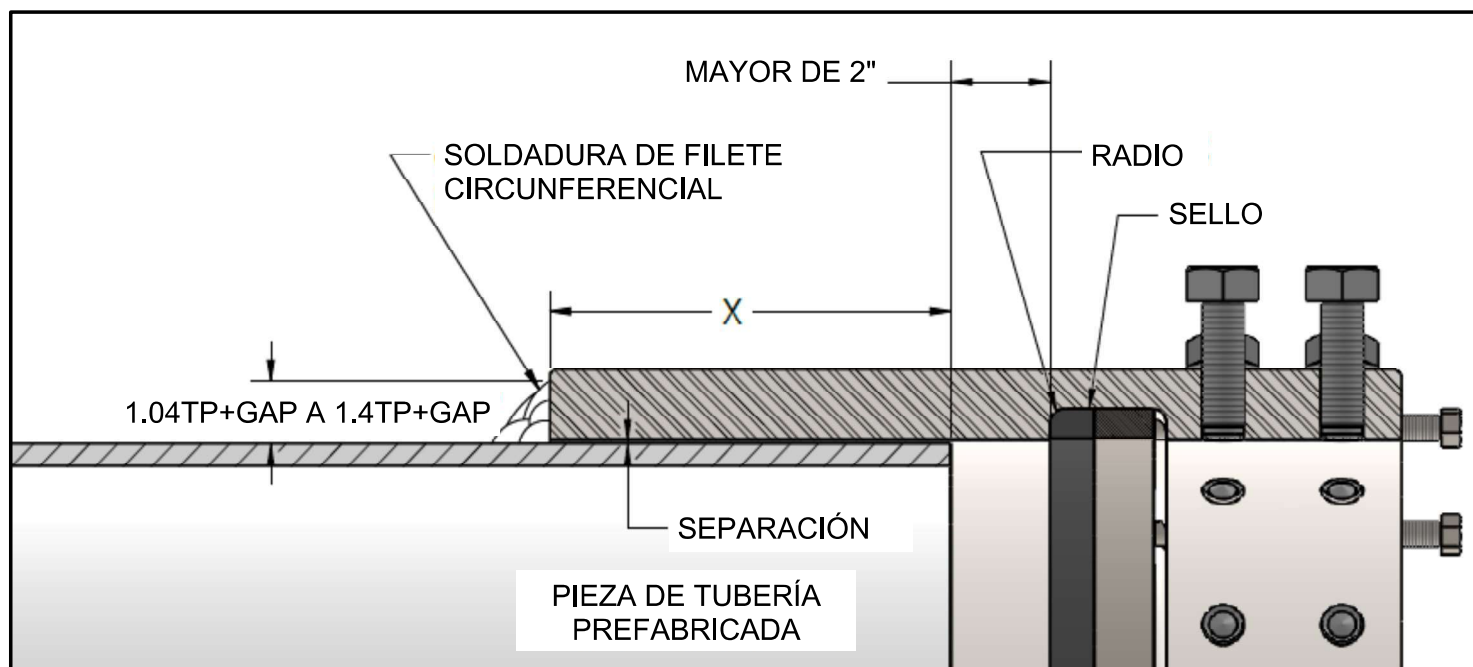

Figura 3
1. Inserte la pieza nueva de tubería prefabricada en el extremo de soldadura por enchufe del acoplamiento "Riser Weld+End" como se muestra en la Figura 3. Como mínimo, el extremo del tubo debe introducirse en el extremo de soldadura por enchufe del acoplamiento soldable para tubos ascendentes "Riser Weld+End" en una proporción de cuatro veces el espesor de la pared del tubo, o 2" (51 mm), lo que sea mayor. Consulte la dimensión "X" en la Figura 3.
3. Retire el sello elastomérico para evitar dañarlo mientras se suelda el acoplamiento soldable para tubos ascendentes "Riser Weld+End" a la pieza de tubería prefabricada. Al volver a colocar el sello después de la soldadura, debe colocarse en el interior del anillo de empuje metálico. Obsérvese también la colocación del radio en la junta como se muestra en la Figura 3. NO coloque el sello de vuelta hasta que el accesorio se haya enfriado a menos de 100°F.